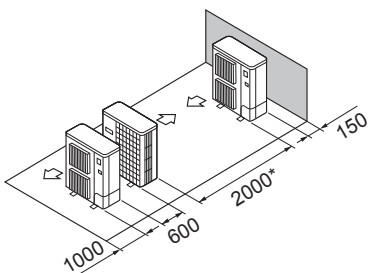

Fig. 2-13
- ⑤ Απλή παράλληλη διάταξη μονάδων (Fig. 2-13)